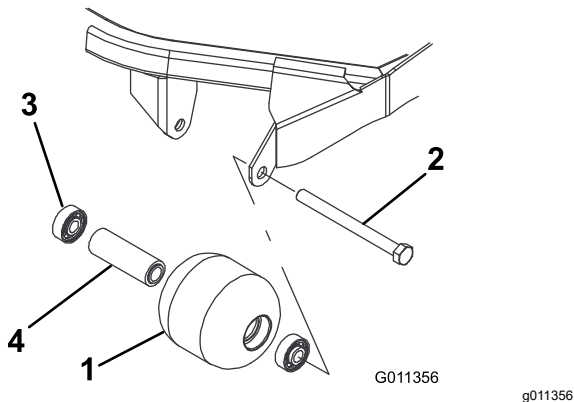

図 80
1. ローラ取り付けボルトを外す 図 80。
4. ローラハウジング、ベアリング、ベアリングスペーサに破損がないか点検する 図 80。破損している部品を交換し、組み立てを行う。
1. 第一のベアリングをローラハウジングに押し込む 図 80。アウターレースのみを押すか、インナーレースとアウターレースを均等に押すかする。
2. スペーサを入れる 図 80。
3. 第二のベアリングをローラハウジングに押し込む 図 80。インナーレースがスペーサに接触するまで、インナーレースとアウターレースを均等に押す。